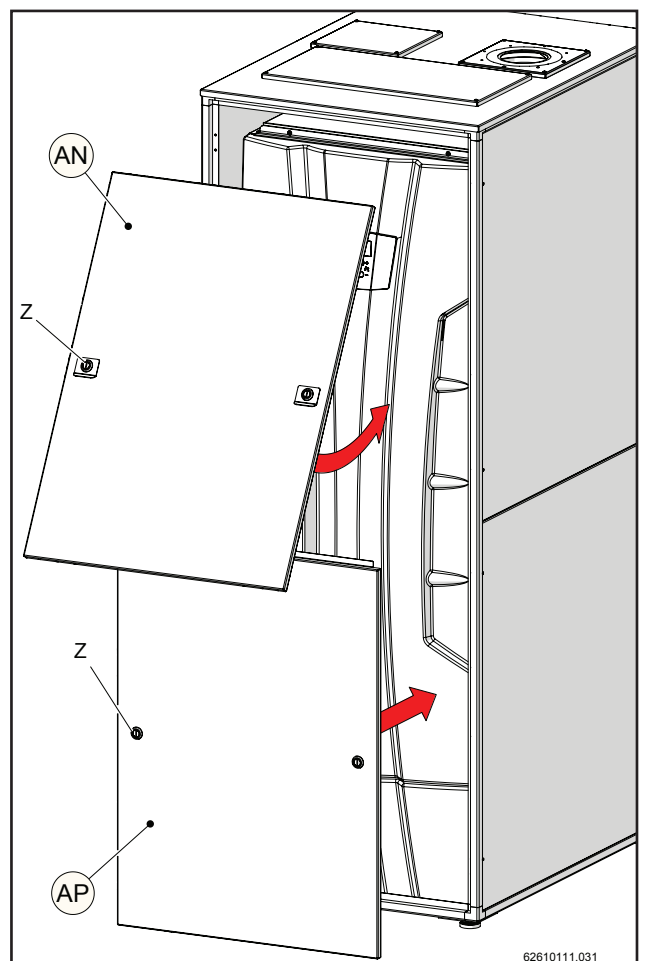
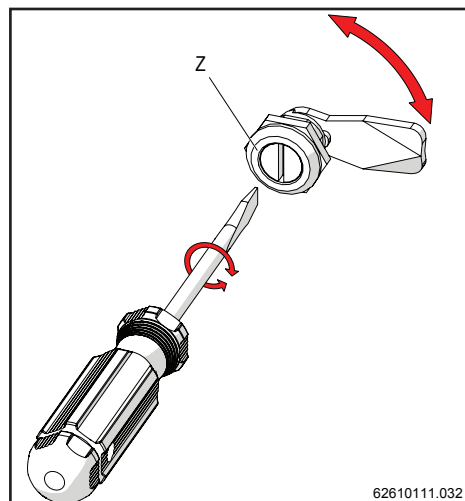

Figura 12-28
Figura 12-30
14.- Apporre le coperture frontali (AP) (prima) e (AN) (poi), nel senso mostrato in figura 12-28 e 12-29. Fissare le stesse alla struttura agendo sulle serrature "Z" con un giravite a taglio (figura 12-30).